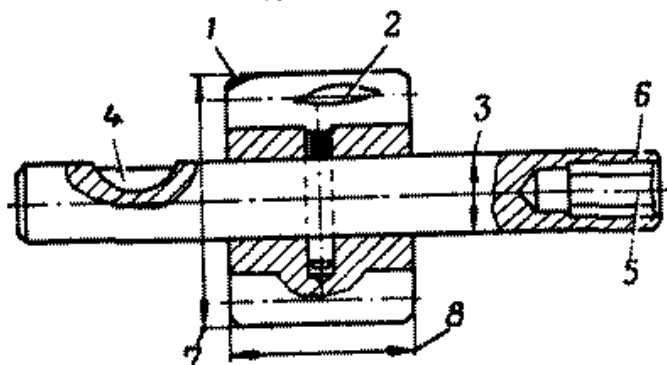

Рис. 89. Валик масляного насоса в сборе
5. Валик масляного насоса в сборе (рис. 89)